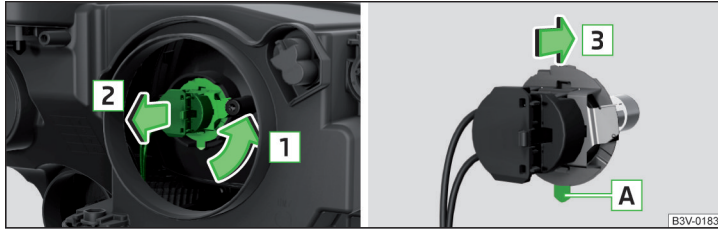

Abb. 271 Glühlampe für Abblendlicht und Fernlicht wechseln
- › Den Stecker mit der Glühlampe in Pfeilrichtung **1** drehen » Abb. 271.